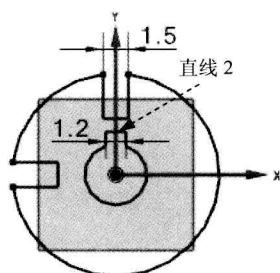

图 2.13.15 水平标注 (二)
(2) 参照上述步骤可标注直线 2 的水平长度 (图 2.13.15), 尺寸值为 1.2。